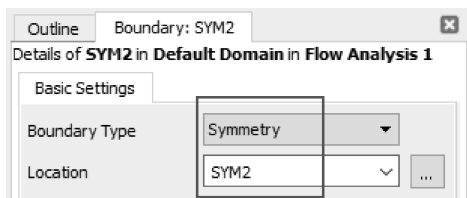
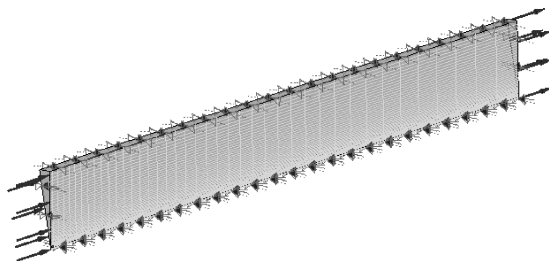

图 11-100 设置对称边界 2
图 11-101 对称边界 2 设置效果
(5) 在工具栏中单击边界条件 ，从弹出的【Insert Boundary】中，输入名称为“SYM2”确定，【Basic Setting】→【Boundary Type】= Symmetry，【Location】= SYM2，其他默认，单击【OK】关闭任务窗口，如图 11-100、图 11-101 所示。